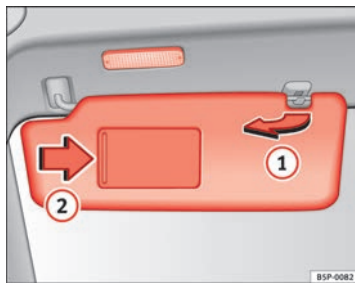

Fig. 81 Pare-soleil du côté du conducteur
Vous pouvez retirer le pare-soleil côté conducteur et celui côté passager de leur fixation au centre du véhicule pour les faire pivoter vers les portes → fig. 81 ①.